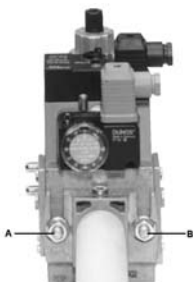

Fig. 6
3. apretar los tornillos A, B, C y D (Fig. 6 - Fig. 7), respetando las posiciones de montaje (Fig. 9);